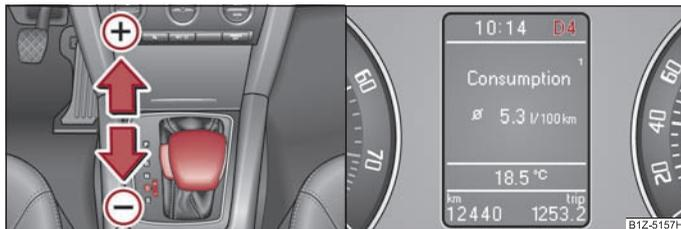

Fig. 118 Sélecteur: Enclenchement manuel / Écran d'informations: Enclenchement manuel
La position enclenchée du levier sélecteur est affichée sur l'écran d'informations du combiné d'instruments conjointement au rapport enclenché ⇒ fig. 118 - à droite.
- Poussez le sélecteur (en position Tiptronic) vers l'avant ⇒ fig. 118 ⊕.